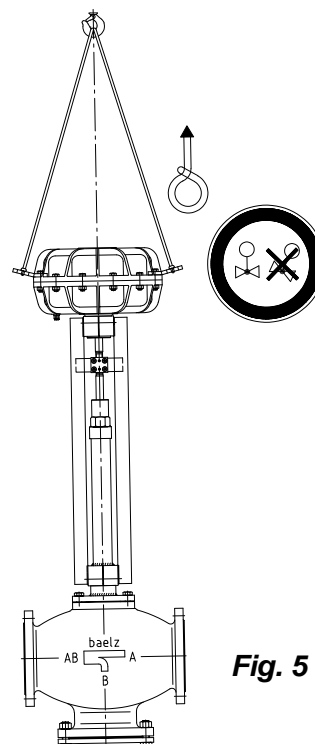

Fig. 5
- Sicherstellen, dass die Achse der Rohrleitung beim Heben stets horizontal und die Achse des Antriebsständers stets vertikal bleibt (Fig. 5).